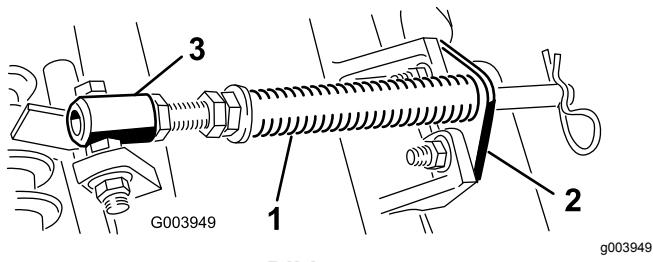

Bild 5
- A. Nehmen Sie die zwei Schlossschrauben und Muttern ab, mit denen die Stangenhalterung an den Nasen der Schneideeinheit befestigt ist (Bild 5).
- B. Nehmen Sie die Bundmutter ab, mit denen die Schraube des Federrohrs an der Nase des Trägerrahmens befestigt ist (Bild 5). Nehmen Sie das ganze Teil ab.